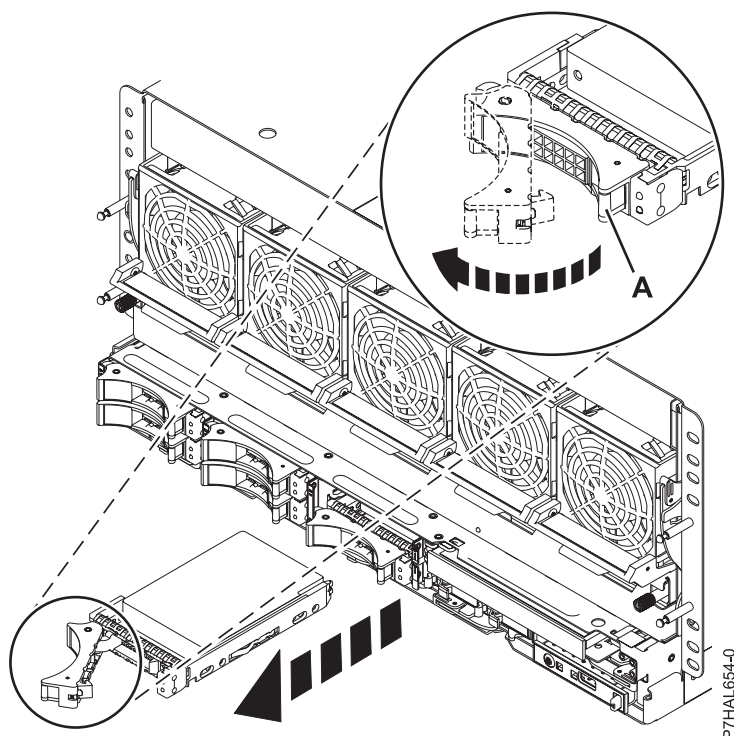

Figura 29. Extracción de una unidad de disco del sistema
1. En el sistema, desbloquee el asa de la unidad ejerciendo presión y tirando de ella hacia usted, como se muestra en la Figura 29 en la página 48.